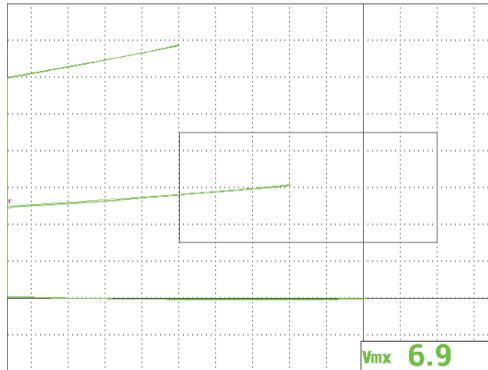

Figura 5-83 Uso della posizione verticale del segnale per confermare o rifiutare il campione
14. Posizionare la sonda sui differenti campioni di conduttività e verificare le posizioni verticali dei segnali per decidere se confermare o rifiutare il campione (vedere Figura 5-83 a pagina 199). La posizione verticale, o altezza, del punto terminale del segnale rappresenta il valore di conduttività usato per conferma o rifiuto e la posizione orizzontale rappresenta il lift-off.